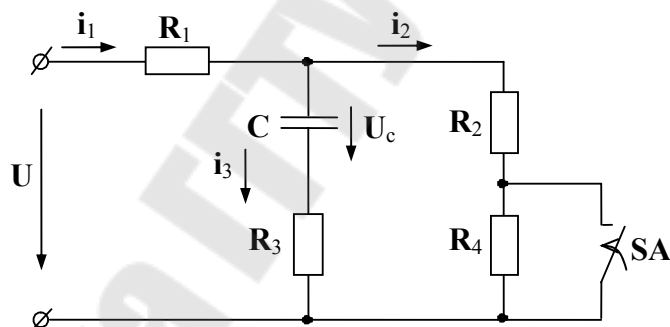

Рис.2.5
2.3.3 Электрическая цепь (рис. 2.5), параметры которой $R_1 = 5 \text{ Ом}$, $R_2 = 10 \text{ Ом}$, $R_3 = 5 \text{ Ом}$, $R_4 = 15 \text{ Ом}$, $C = 1 \text{ мкФ}$, при разомкнутом переключателе SA находится в установившемся режиме под воздействием постоянного напряжения $U = 15 \text{ В}$. После замыкания переключателя SA требуется определить докоммутационные значения токов и напряжения на конденсаторе, а также законы изменения тока через конденсатор и напряжения на нём.